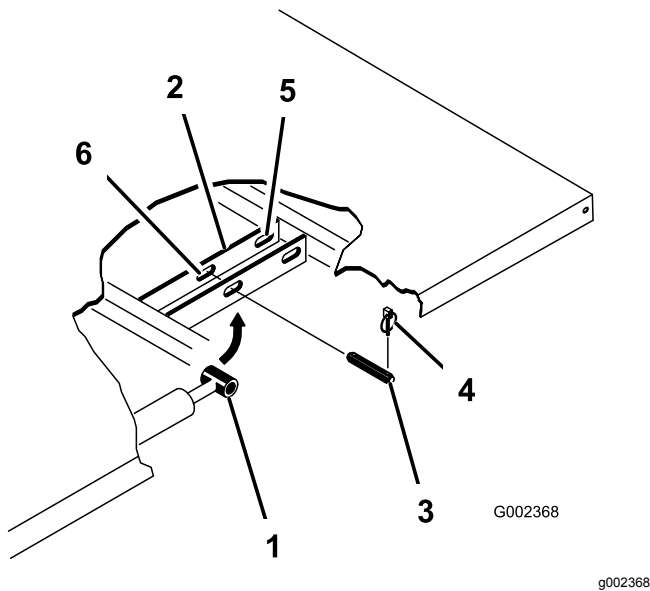

Bild 30
3. Nehmen Sie die Klappstecker von den äußeren Enden der Lastösenbolzen der Zylinderstange (Bild 30) ab.
4. Nehmen Sie die Lastösenbolzen ab, mit denen die Enden der Zylinderstange an den Befestigungsplatten der Ladepritsche befestigt sind. Drücken Sie die Bolzen hierfür nach innen (Bild 30).
5. Nehmen Sie die Klappstecker und die Lastösenbolzen ab, mit denen die Schwenkhalterungen an den Rahmenkanälen befestigt sind (Bild 30).